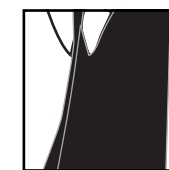

Fig. 1
1. Faire le tour du détecteur de pression (Fig.1) en le palpant, une fois que vous ressentez une épaisseur, sur le bord du détecteur, ouvrez le détecteur par la partie qui est maintenue par du velcro double face.